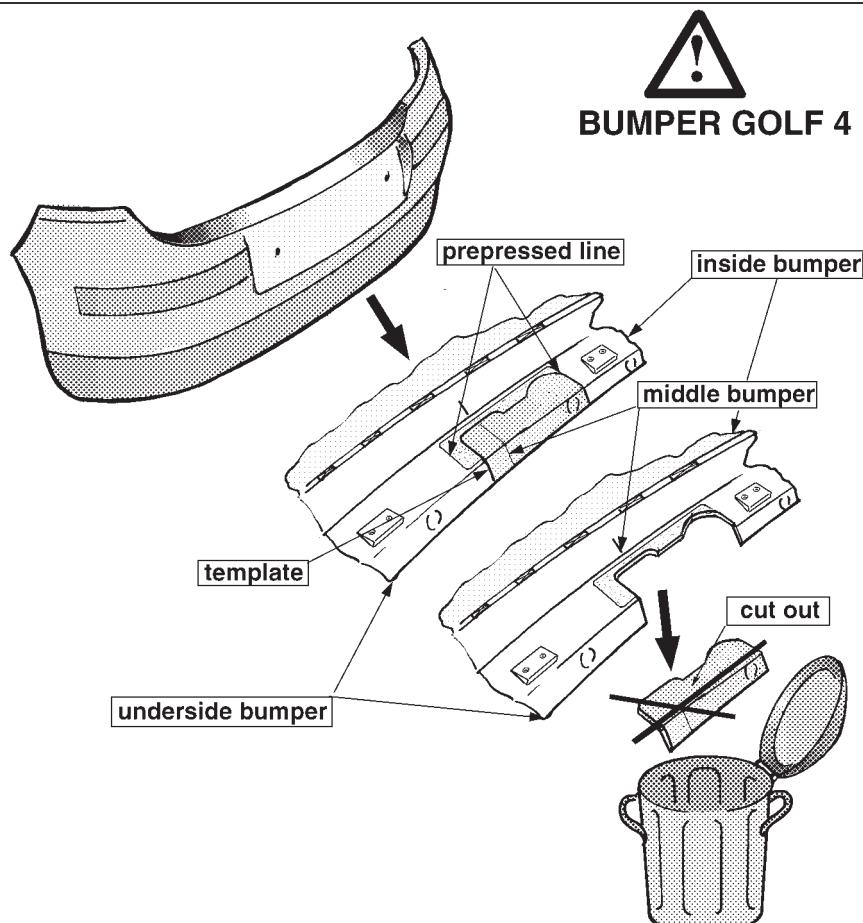

FIG.1
3. Zet overeenkomstig fig. 1 het aangegeven deel uit het midde van de bumper. Verwijder het in fig. 2 aangegeven metalen bevestigingsprofiel.
3. Saw a section out of the bumper as shown in fig.1. Remove the metal fitting profile as shown in fig.2. This profile is not refitted. Replace the bolts.
3. Remove the metal fitting profile as shown in fig.1. This profile is not refitted. Replace the bolts.
3. Scier, conformément à la fig.1, la partie indiquée au milieu du pare-chocs. Déposer le profilé de fixation métallique indiqué à la fig.2. Ce profilé ne sera pas remis en place. Remettre les boulons de fixations en place.
3. Positionner le modèle sur le pare-chocs et découper la partie indiquée. Déposer le profilé de fixation métallique indiqué à la fig.1. Ce profilé ne sera pas remis en place. Remettre les boulons de fixations en place.